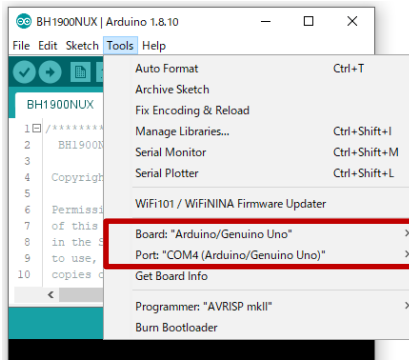

Figure 3. Board と COM Port の設定
1. メニューの [Tools] の Board 部分を "Arduino/Genuino Uno"、Port 部分を "COMxx (Arduino/Genuino Uno)" に変更 (Figure 3)